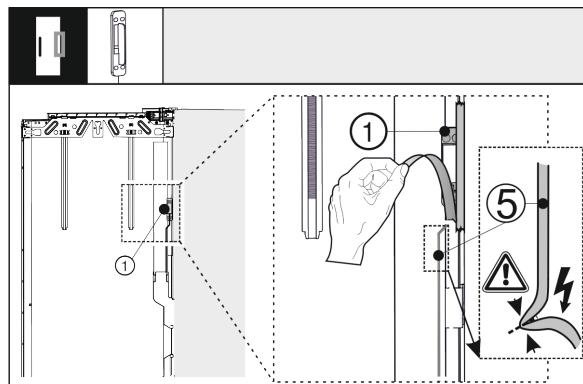

Fig. 40
- Від'єднайте датчик постукування Fig. 40 (1) від зовнішніх дверей. Не пошкодьте з'єднувальний кабель Fig. 40 (5).